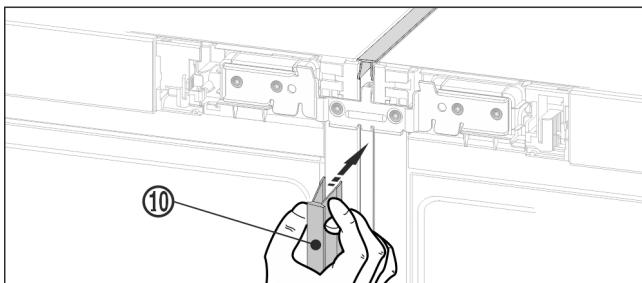

Fig. 22
- ▶ Në pjesën e përparme, ngjishni shiritin mbulues Fig. 22 (10) të gjatë në hapësirën vertikale. Këtu bëni kujdes që shiriti të qëndrojë në llamarinë e bashkimit.